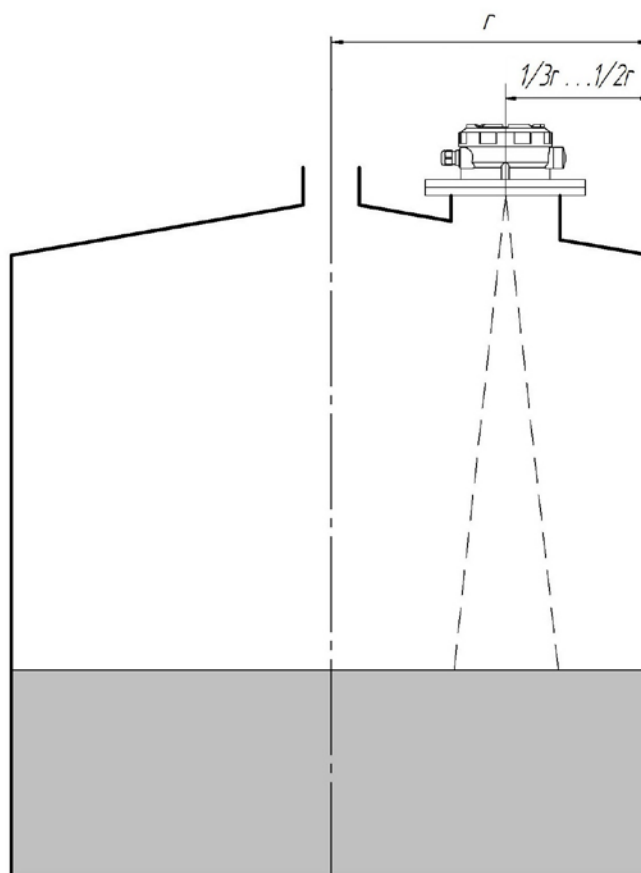

Рис. 4.7. Установка прибора
- расстояние от стенки емкости до центральной оси уровнемера выбирать в пределах $1/2 \dots 1/3$ радиуса резервуара, рис. 4.7;